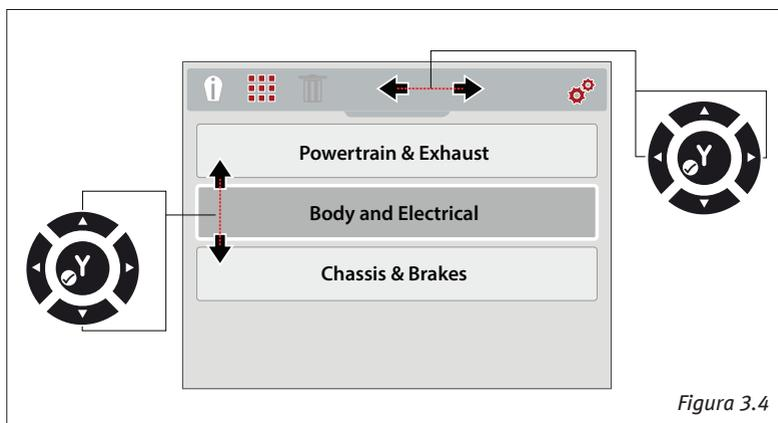

Figura 3.4
2. Para selecionar uma opção na barra de ferramentas, pressione os botões direcionais para esquerda ou direita (seta) (Figura 3.4). A seleção ativada é indicada por um ícone branco em destaque.
4. Para selecionar uma opção do menu, pressione os botões direcionais para cima ou para baixo (seta) (Figura 3.4).